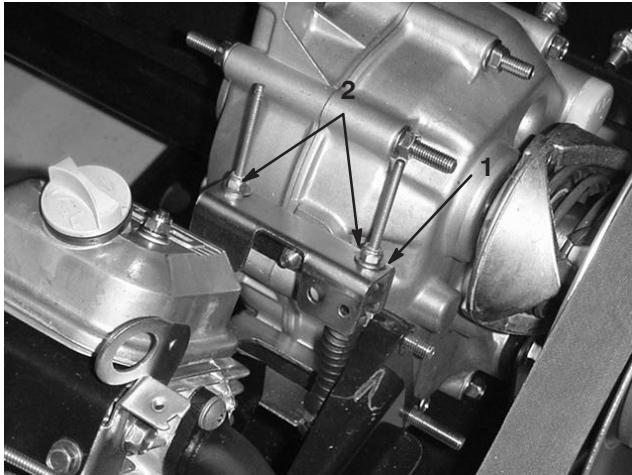

Bild 25
Wenn Sie regelmäßige Wartungsarbeiten und/oder eine Motordiagnostik durchführen, müssen Sie die Antriebsachse zunächst auf Neutral schalten (Bild 25). Der Schalthebel weist eine Neutralstellung auf, die den Leerlauf der Antriebsachse bestimmt. Treffen Sie die folgenden Maßnahmen, um sicherzustellen, dass der Schalthebel in der Neutralstellung die Antriebsachse auch richtig auf Neutral schaltet:
2. Achten Sie darauf, dass die Neutralhalterung in der Neutral-Stellung (Hebel) ist. Drehen Sie hiefür die Antriebskupplung (Bild 25). Das Fahrzeug sollte nicht vorwärts- oder rückwärtsrollen. Wenn sich das Fahrzeug bewegen lässt, schieben Sie die Neutralhalterung in die Neutral-Stellung.
3. Ziehen Sie eine der Sicherungsmuttern (Bild 25) nur so weit fest, dass das Spiel aus dem Schaltzug entfernt wird.